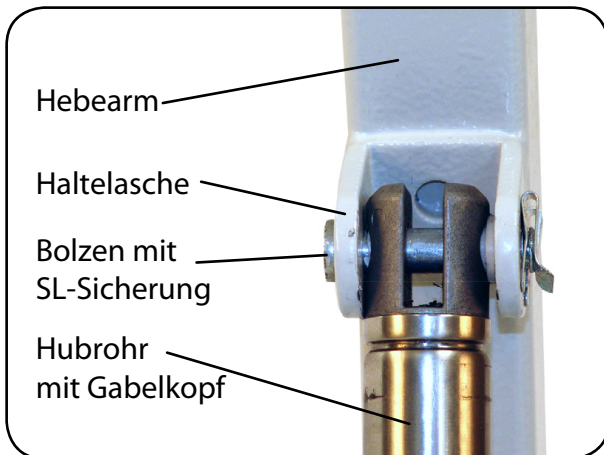

Abb. 6.1.09 – Haltelasche am Hebearm
10. Heben Sie den Hebearm an und bringen Sie die Bohrung des Hubrohres (Gabelkopf) mit der Bohrung der Haltelasche deckungsgleich übereinander. Befestigen Sie den Hubantrieb an der Haltelasche des Hebearms durch Einstecken des Bolzens (Abbildung 6.1.09).